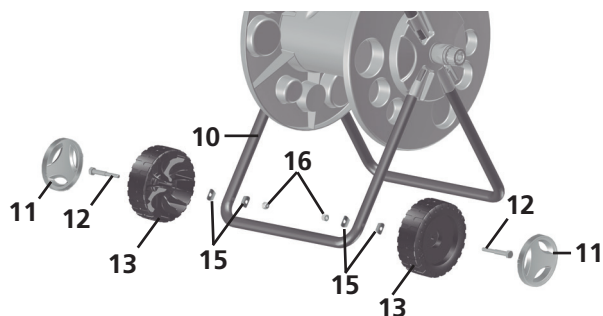

Fig. 06
5. Finalize com a montagem das rodas, encaixando o eixo (12) na roda (13) e uma arruela ondulada (15) no eixo (12). Encaixe o conjunto na furação do braço inferior (10) e no outro lado insira uma arruela ondulada (15) e fixe com a porca (16). Ao finalizar o aperto, encaixe a calota (11) e repita todo o processo para montagem da outra roda [Fig. 06].
5. To finish, assemble the wheels by fixing the wheel axle (12) onto the wheel (13) and a wavy washer (15) on the wheel axle (12). Attach the assembly through the hole into the lower arm (10) and insert a wavy washer (15) and secure with the nut (16) on the other side. Finally, when tightening it, attach the wheel cap (11) and repeat the whole process to assemble the other wheel [Fig. 06].
5. Finaliza el armado de las ruedas, encajando el eje (12) en la rueda (13) y la arandela ondulada (15) en el eje (12). Encaja el conjunto en la perforación del brazo inferior (10) y en el otro lado introduce una arandela ondulada (15) y fija con la tuerca (16). Al terminar de apretar, encaja la taza (11) y repite todo el proceso para armar la otra rueda [Fig. 06].